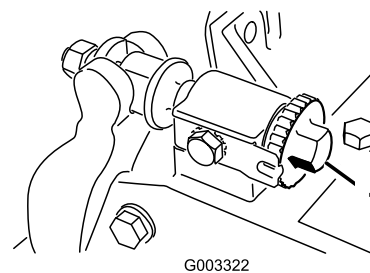

Figure 22
1. Séparez le cylindre et la contre-lame en tournant les boutons de réglage de la contre-lame (Figure 22) dans le sens anti-horaire jusqu'à ce que les deux pièces ne soient plus en contact.